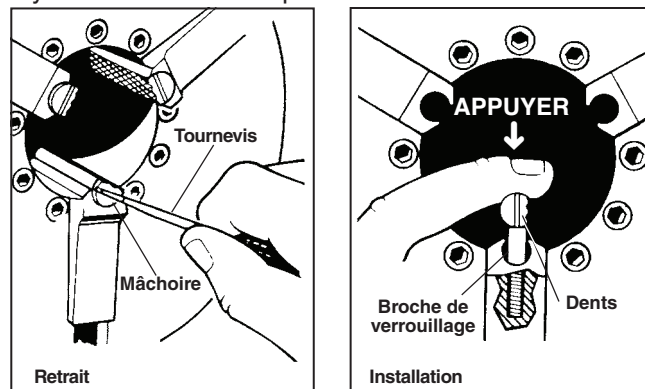

Figure 31 – Remplacement des mâchoires
1. Servez-vous d'un tournevis pour tourner la mâchoire sur 90° d'un sens ou l'autre. Retirez la mâchoire (*Figure 31*).
2. Posez la mâchoire de travers sur la broche de verrouillage, puis enfoncez-la à fond (*Figure 31*).